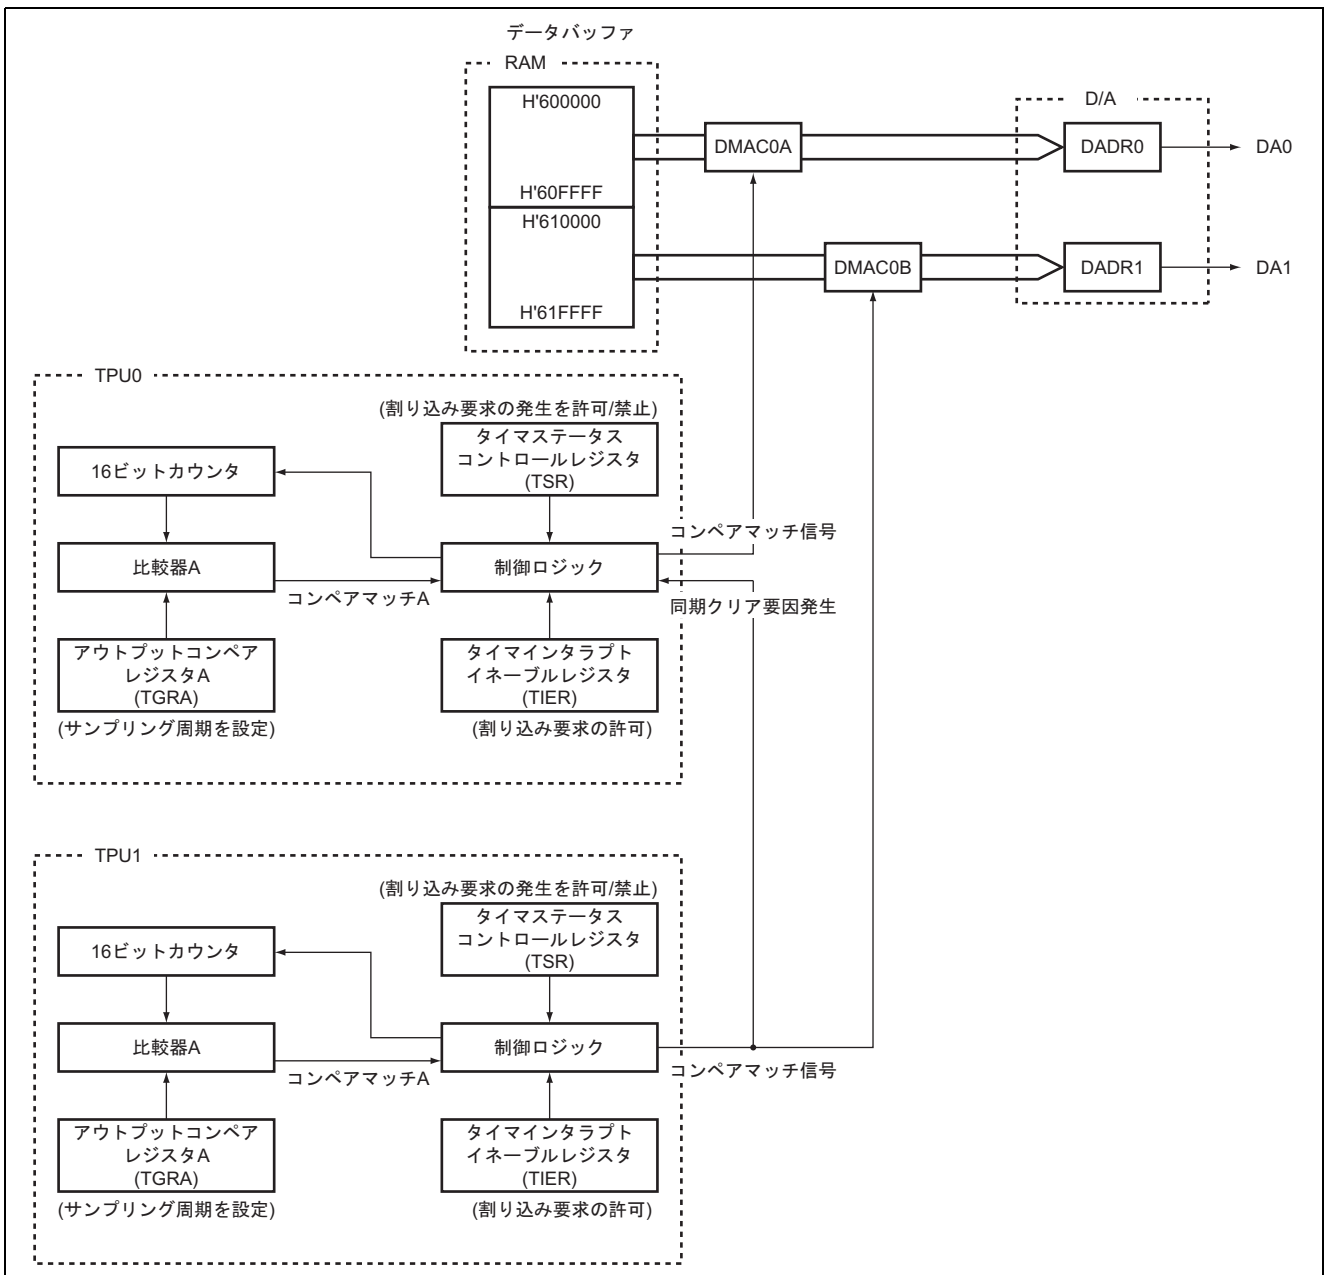

図 2 アナログ出力回路ブロック図
(1) 図 2 に本タスクで使用する DMAC, D/A, TPU のブロック図を示します。本タスク例では, H8S / 2215 の機能を以下のように使用し, D/A 変換を行います。